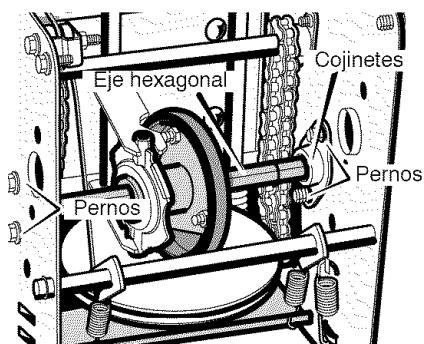

Figura 71
9. Quite los cuatro **pernos** que retienen los **cojinetes** a cada lado del **eje hexagonal** (Figura 71).